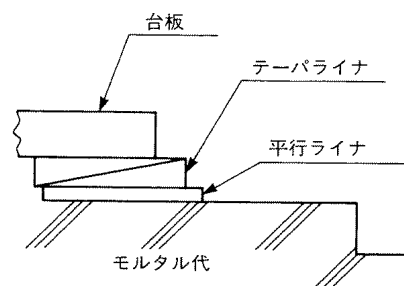

図 1
- (1) 基礎面に平行ライナ 1 枚とテーパライナ 2 枚を図 1 に示すようにポンプの基礎ボルトの両側に振り分けて配置してください。
- (2) 吸込カバー、ストレーナ、小配管等を傷めないように十分注意しながら、ポンプを吊り上げて挿入穴より徐々に降ろし、ライナ上に載せ基礎ボルトを基礎ボルト穴に据えます。
- (3) ポンプの水平度を出します。モータ台等の機械加工面を利用して水平度を出します。水平度は 1m につき 0.1m を目安としてください。
- (4) 基礎ボルトを据えた状態で基礎ボルト穴にモルタルを流し込み固化させます。モルタルは気温、湿度、配合により異なりますが、おおそ 4 日程度で固化します。
- (5) モルタルが完全に固化しましたら、基礎ボルトを強固に締め付け再度水平度を確認し、許容値を超えているときはライナを調節して水平度を出してください。
- (6) 水平度を出し終わりましたら、ポンプ周りにモルタル化粧を施してください。このとき台板の裏側にもモルタルを注入してください。
- (7) 芯出し